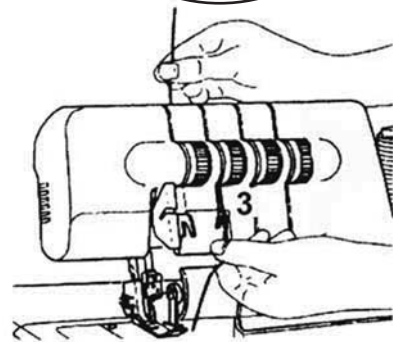

Abb.26
3. Halten Sie den Faden mit den Fingern fest, führen Sie ihn zwischen den Scheiben des Fadenspannungswählers 15 hindurch und ziehen Sie ihn dann nach unten (3) (Abb. 26).
① Hinweis: